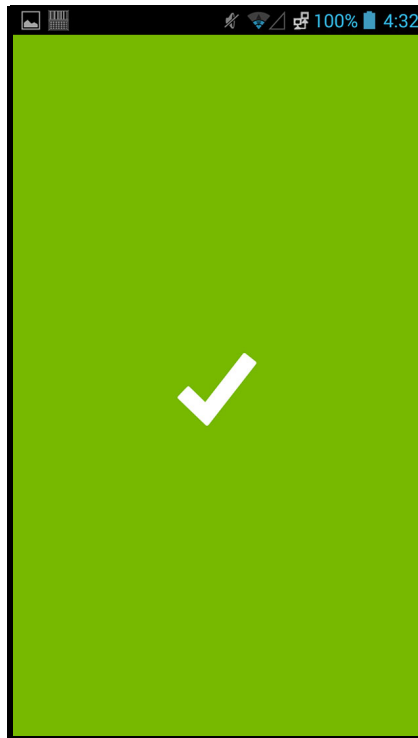

Figura 5-103. Ecrã de êxito do leitor do Cepheid Link (marca de verificação verde)
- 2) Se for detectada uma encomenda, o ecrã Success (Êxito) (marca de verificação verde) será visualizado durante pouco tempo (consultar figura 5-103) e será visualizado o ecrã Scan Cartridge (Ler cartucho). Consulte figura 5-106.
- 4) Se for detectada uma encomenda, o ecrã Success (Êxito) (marca de verificação verde) será visualizado durante pouco tempo (consultar figura 5-103) e será visualizado o ecrã Scan Cartridge (Ler cartucho). Consulte figura 5-106.
Se o cartucho for emparelhado com êxito com a amostra, o ecrã Success (Êxito) (marca de verificação verde) será visualizado durante breves instantes (consultar figura 5-103).
- Se a alíquota for lida com êxito, será visualizado o ecrã Success (Êxito) (marca de verificação verde) durante breves instantes (consultar figura 5-103).